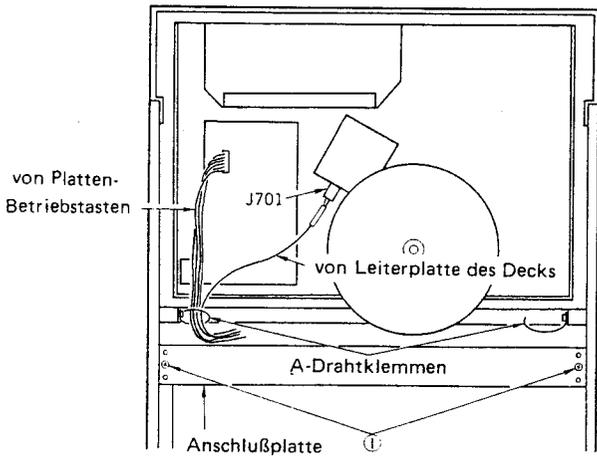

Abb. 5
3) Entfernen Sie die in Abb. 5 gezeigten zwei Schrauben ① (schwarze Holzschrauben, 3 x 16).